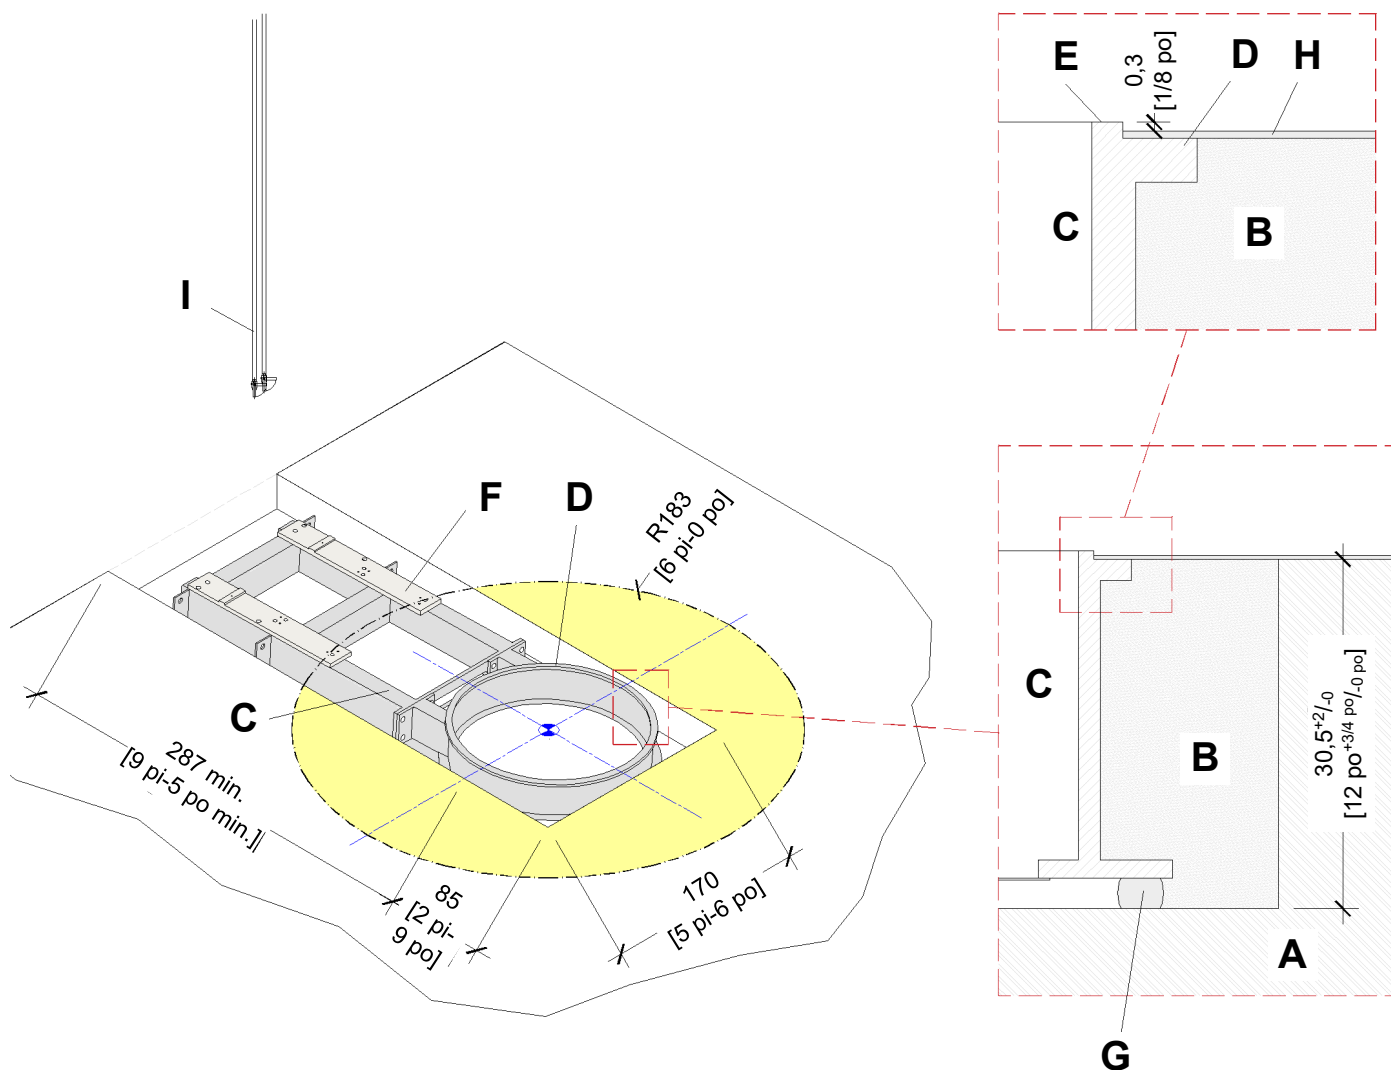

Figure 3-1 Dimensions minimales de la fosse de l'embase
- Le sol fini en béton doit être de niveau  $\pm 3$  mm [ $\pm 1/8$  po] sur un rayon de 183 cm [6 pi-0 po] de l'isocentre, voir la zone colorée en jaune dans la Figure 3-1
- Le coulage du béton dans la fosse autour de l'embase doit être de niveau par rapport à l'anneau extérieur (D) et aux surfaces de montage du statif (F). Cette opération doit avoir lieu le même jour que l'installation de l'embase, afin que le niveau puisse être contrôlé par Varian et validé par le client.